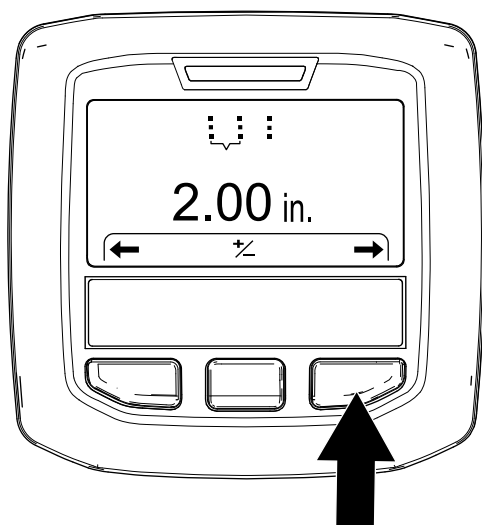

Figura 48
4. Premete il tasto destro dell'InfoCenter per visualizzare la schermata Impostazione della distanza tra i fori (Figura 48).